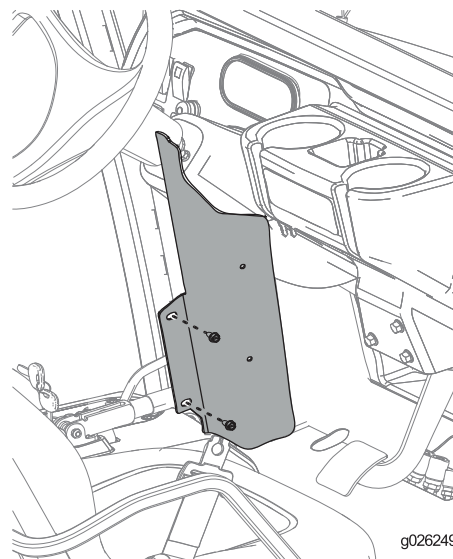

図 46
- 機体の左右それぞれの側にサイドプレートパネルを取り付けるボルト 1/4" 2本を使い、図 46に示すように取り付ける。